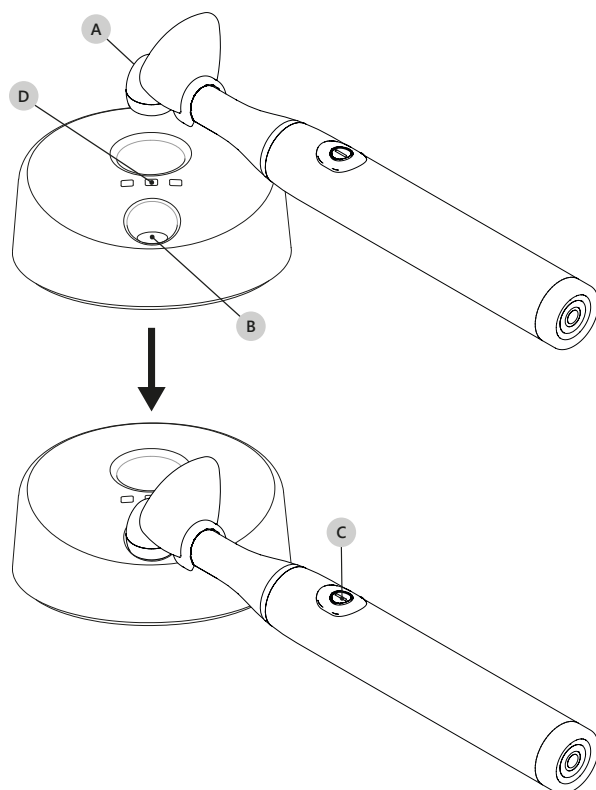

Figura 9 – Măsurare a intensității luminoase
1. Sprijiniți vârful (Figura 9 la pagina 18 - Ref. A) la nivel, fără a apăsa, direct pe suprafața senzorului de intensitate (Figura 9 la pagina 18 - Ref. B);
2. Aprindeți lampa, apăsând butonul on/off (Figura 9 la pagina 18 - Ref. C).